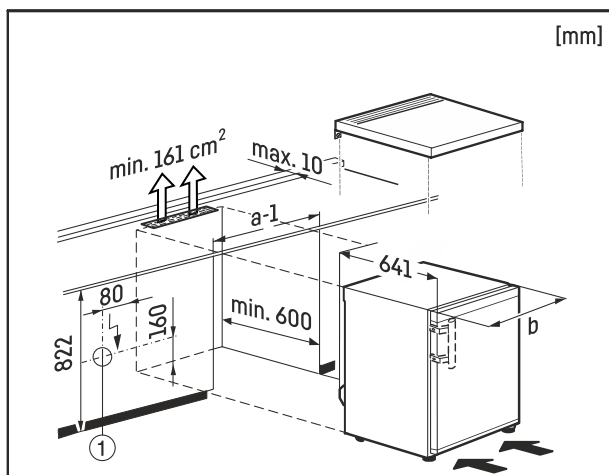

Fig. 9
Utičnica Fig. 9 (1) bi pritom trebala biti izvan područja stražnje strane uređaja i lako pristupačna.